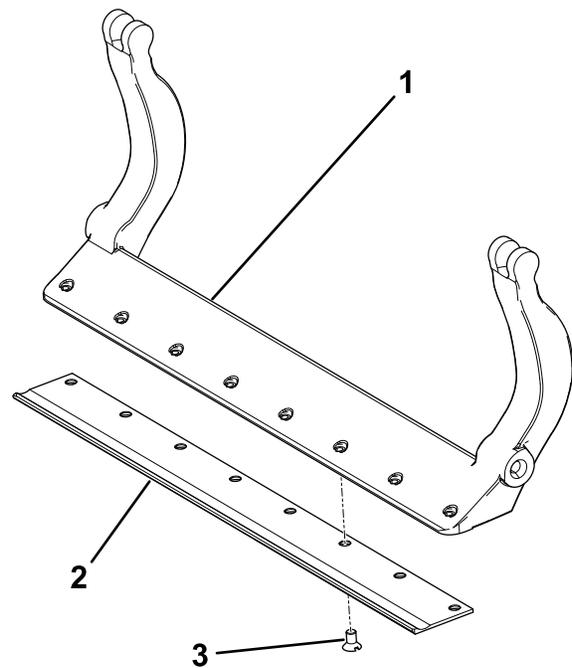

Figura 34
3. Applicate un composto antigrippaggio sulle viti e montate la controlama sulla barra di appoggio come segue (Figura 34):